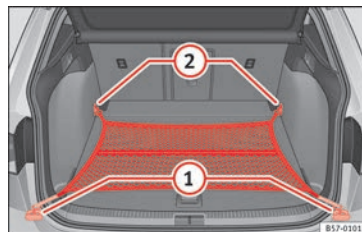

Fig. 156 Nel bagagliaio: rete fermacarico agganciata a livello del piano.
- Se necessario, sollevare gli occhielli di ancoraggio anteriori » » » **fig. 156 ②**.
- Fissare i ganci della rete agli occhielli di ancoraggio **②** » » » **⚠**. La cerniera della tasca dev'essere rivolta verso l'alto.
- Fissare i ganci della rete agli occhielli di ancoraggio **①**.